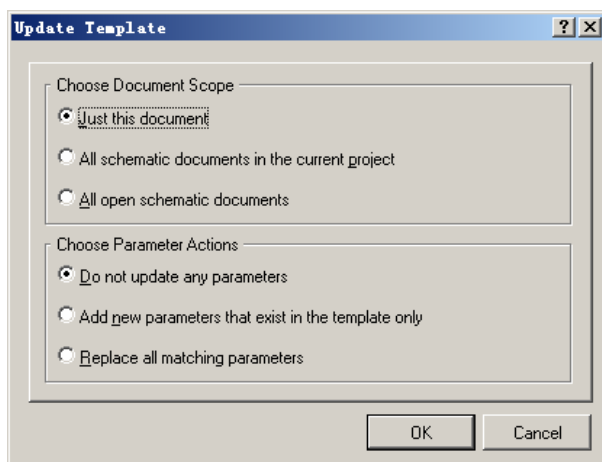

图 2.72 “Update Template”对话框
(4) 单击在“Information”消息框中的“OK”按钮，确认操作。
(5) 选择主菜单中的“Design”->“Template”->“Set Template File Name”命令，打开“打开”对话框，选择 2.6.1 小节中创建的文档模板文件“B5_Template.SchDot”，单击“打开”按钮，打开如图 2.72 所示的“Update Template”对话框。